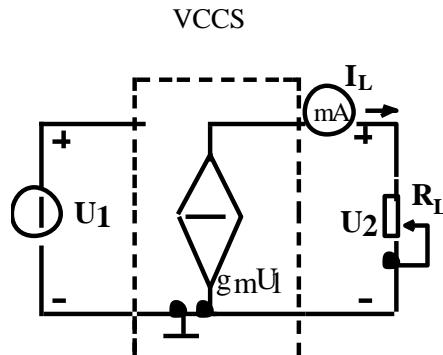

图 1-2
1. 测量受控源 VCCS 的转移特性  $I_L=f(U_1)$  及负载特性  $I_L=f(U_2)$ , 实验线路如图 1-2。